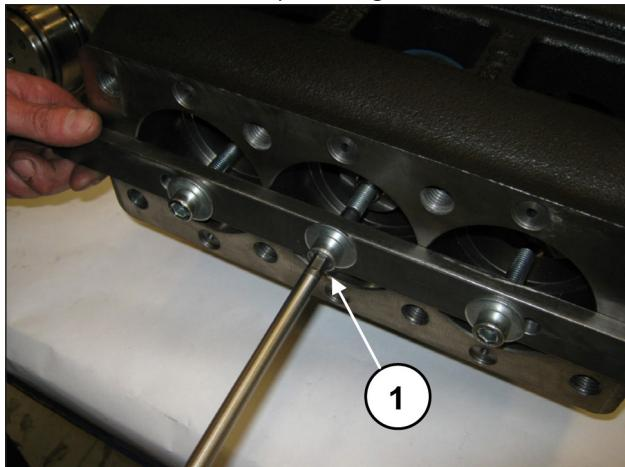

Fig. 32
Comece a desapertar os parafusos do equipamento cód. 27566200 para desbloquear as bielas (pos. ①, Fig. 32) e, em seguida, extraia os conjuntos de biela-guia do pistão da abertura traseira do cárter (pos. ①, Fig. 33).
Bloqueie os três grupos usando a ferramenta própria cód. 27566200 (pos. ①, Fig. 32).
Retire a ferramenta para bloqueio das bielas cód. 27566200 (pos. ①, Fig. 32).